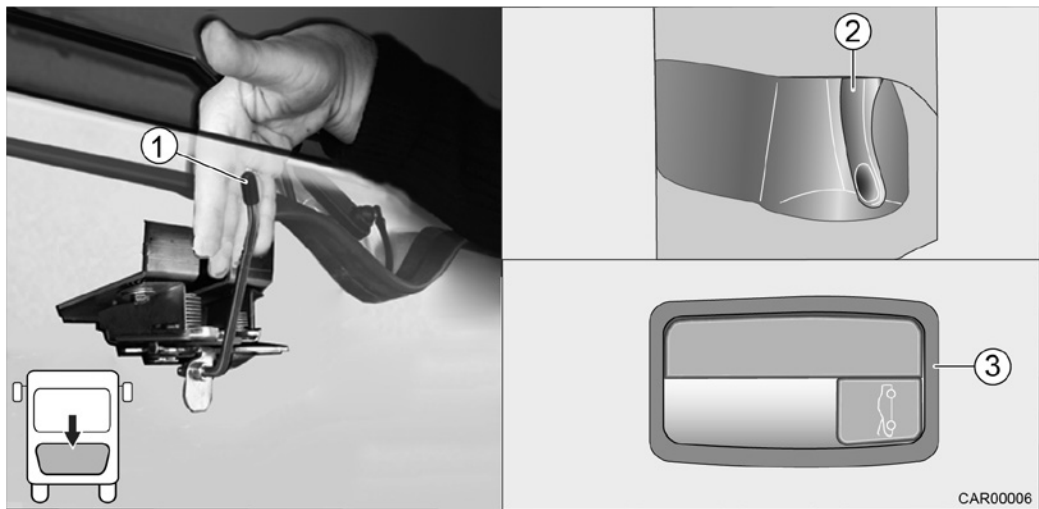

Fig. 26 Ouvrir le capot moteur
Selon le type de véhicule, la poignée se trouve dans l'espace-pieds (Fig. 26/2) ou dans l'étagère en cabine (Fig. 26/3).
2. Glisser le levier de sécurité (Fig. 26/1) derrière le capot moteur vers la gauche pour débloquer le verrouillage.